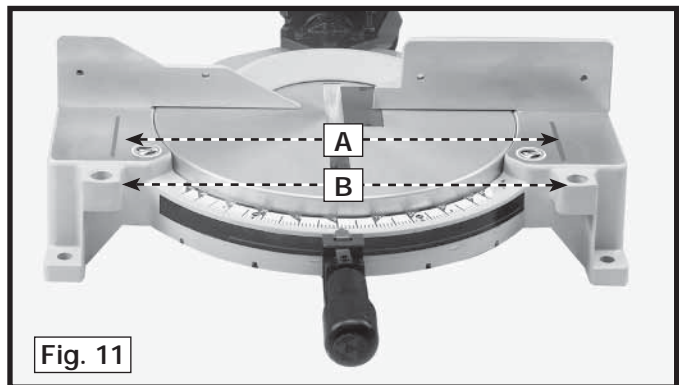

Fig. 11
⚠ ADVERTENCIA El área que se encuentra dentro de las dos líneas rojas (A), Fig. 11 de la mesa esta designada como una zona de peligro. Nunca ponga las manos en el interior de esta area mientras se este utilizando la herramienta.
2. Fig. 11 del (B) de dos agujeros se proporciona en la base de la sierra de los ingletes permitiéndole utilizar el (A) de la abrazadera en la derecha o la cara de la mano izquierda de la lámina de sierra.